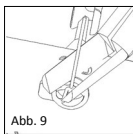

Abb. 9
■ **Abb. 9** Zum Schluss wird mit dem Schneidezängchen (REF 8000 171) der Schaft an der Kopfplatte abgeschnitten. Der dadurch entstehende Pin an der Kopfplatte unterstützt später die Fixierung des Transplantates zwischen Kopfplatte und Trommelfell und beugt einer postoperativen Dislokation vor. Die Länge des Pin kann variiert werden, sollte allerdings mit der Dicke des vorgesehenen Transplantates korrelieren.